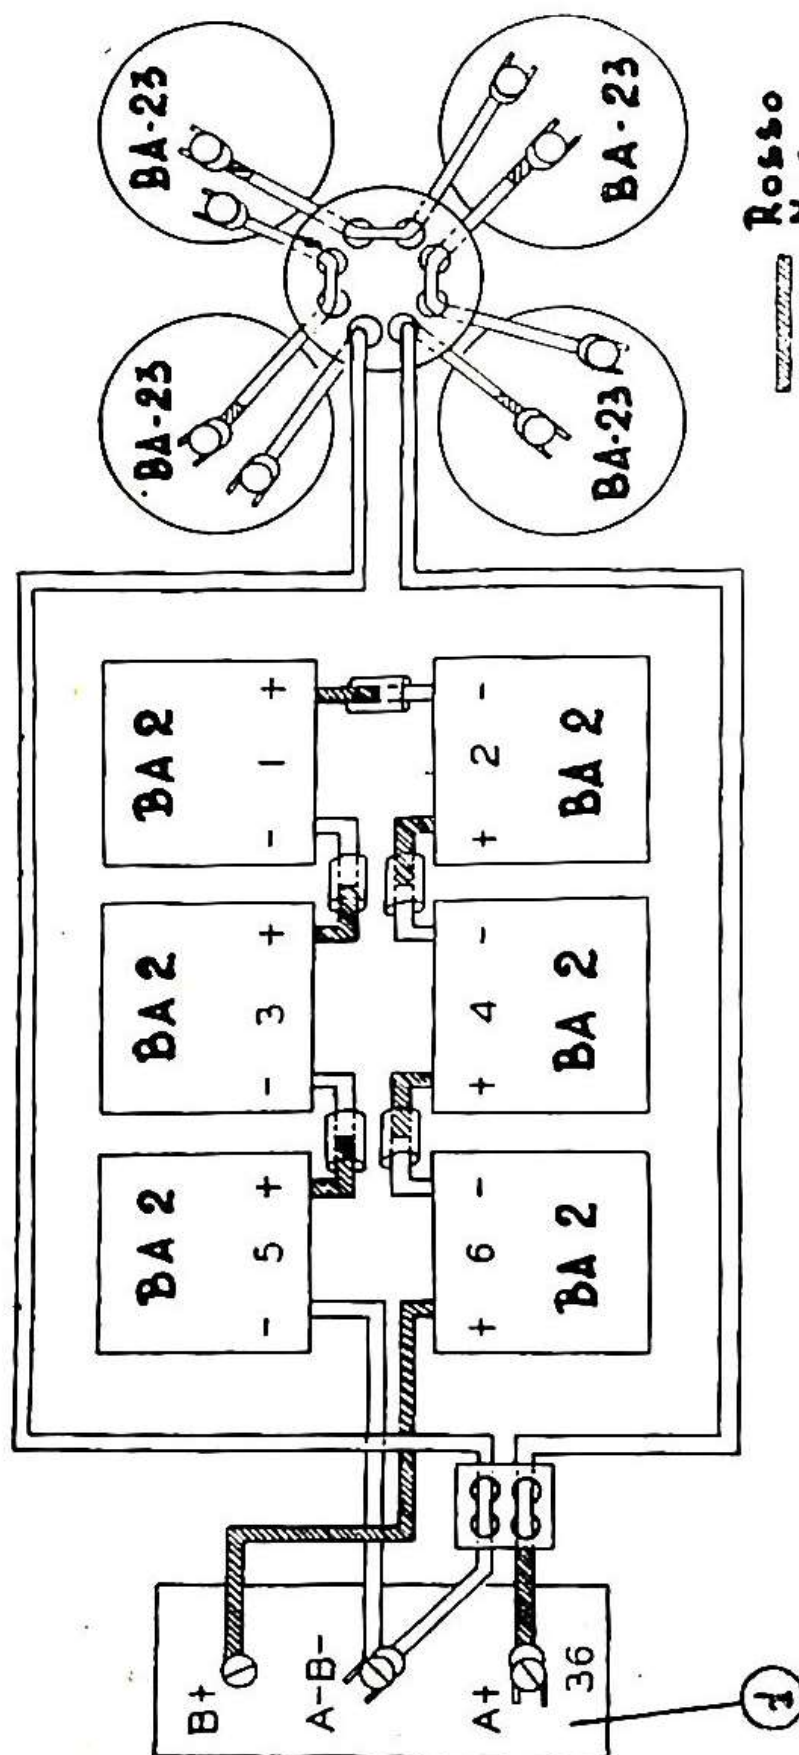

Fig. 4.
Nella Fig. 4 sono rappresentate schematicamente le varie connessioni tra le pile e la morsettiera (1) che è fissata al cofanetto. Le pile vengono sistemate nell'apposito scomparto posteriore dell'apparato come si può vedere nella Fig. 5.
Nella tabellina seguente sono indicate le tensioni normali e minime (vedi anche Fig. 4) :